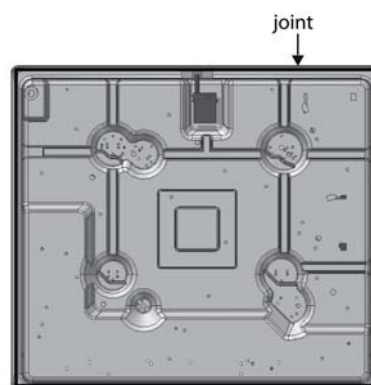

Fig. 8
3. Retournez la table de cuisson à l'envers et collez le joint en suivant le bord interne (Fig. 8).